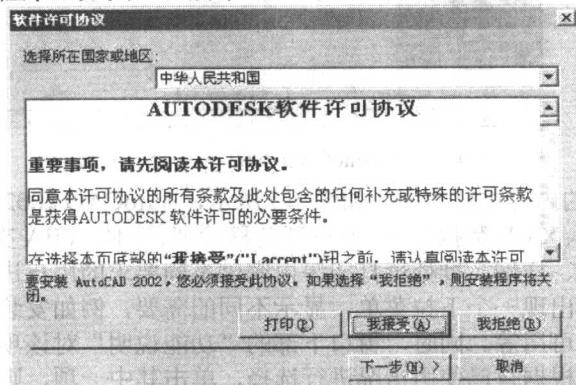

图 1-2 安装 AutoCAD 2002 ——软件许可协议
(3) 弹出软件许可协议窗口。用户应仔细阅读 Autodesk 软件协议，如果接受该协议，单击【我接受】按钮，然后单击【下一步】按钮，进行接下来的安装；如果不接受，单击【我拒绝】按钮，退出安装程序，如图 1-2 所示。